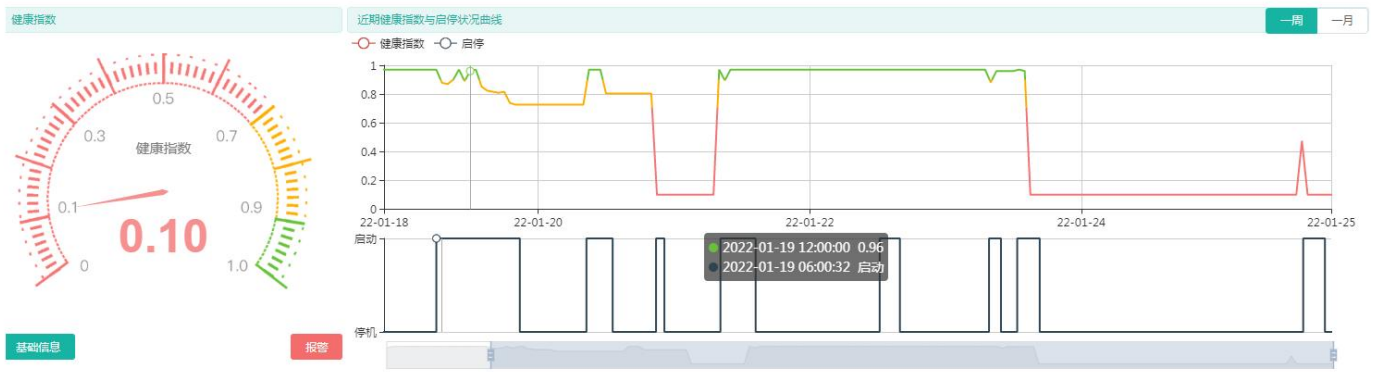

图 4 机组健康指数
(3) 健康指数趋势：报警时，健康指数逐渐由预警（黄色）变化到报警（红色），指数最低值为 0.1，如图 4。